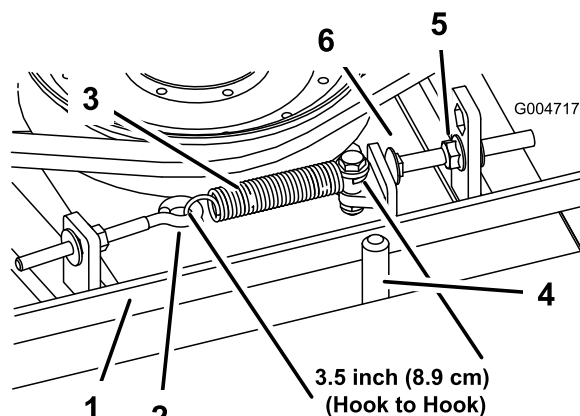

Figure 73
Lorsque le ressort d'extension est correctement tendu, l'intérieur doit mesurer (d'un crochet à l'autre) entre 8,3 et 9,5 cm. Lorsque le ressort est correctement tendu, ajustez le boulon de butée (boulon de carrosserie) jusqu'à obtention d'un jeu d'environ 2 à 5 mm entre la tête du boulon et le bras de tension (Figure 73).
Remarque: La courroie doit être placée du côté ressort du guide (Figure 73).
2. Desserrez le boulon à œil pour pouvoir enlever le ressort d'extension (Figure 73).
3. Desserrez l'écrou à embase qui fixe le boulon de butée à la patte de montage, et écarter la poulie de tension de la courroie pour détendre cette dernière (Figure 73).
9. Raccrochez le ressort d'extension (Figure 73) au boulon à œil et tendez la courroie comme suit :